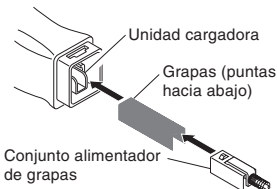

Figura 2 - Instalación de las grapas y del conjunto alimentador de grapas
3. Inserte una tira de grapas, con las puntas hacia abajo, en el canal para las grapas (vea la Figura 2).